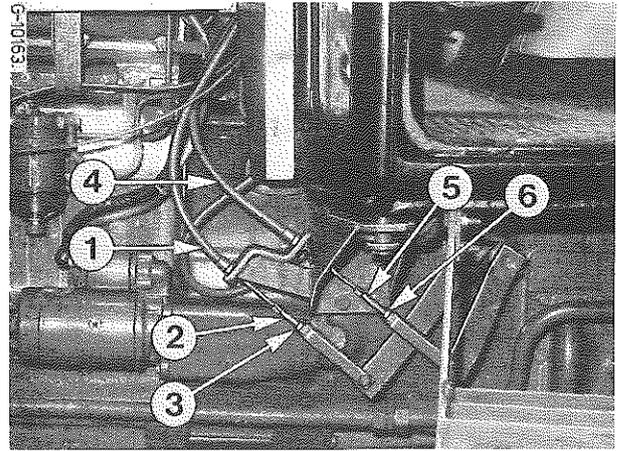

Figure 91
Desserrez le contre-écrou (6) Fig. 91. Tournez la manille de réglage (5) jusqu'à obtention de la garde correcte.
Pour régler l'embrayage de prise de force, desserrez le contre-écrou (3) Fig. 91. Tournez la manille de réglage (2) jusqu'à obtention de la course correcte du levier. Serrez le contre-écrou (3) et revérifiez le réglage.